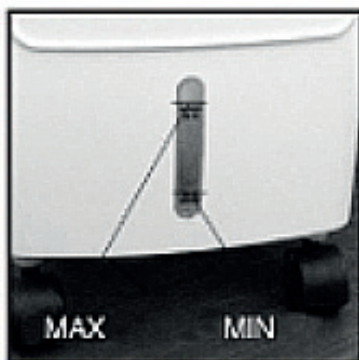

Fig 2
- a - Prestar atenção ao nível do reservatório de água quando adicionar água (Fig. 2).